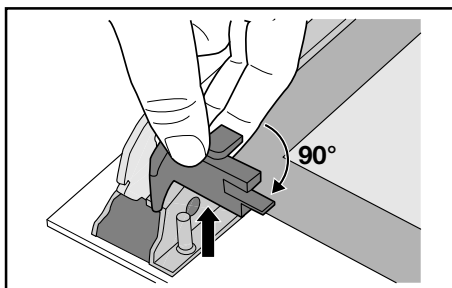

Abb. 12
- 8) drehen Sie die beiden Feststeller um 90° und ziehen Sie diese aus ihrem Sitz (Abb. 12);